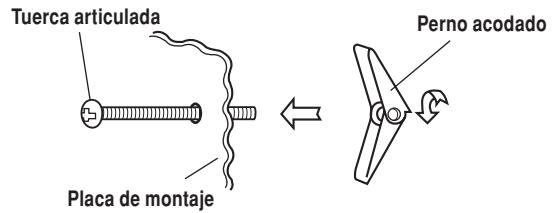

Figura 17
3. Coloque los pernos acodados en los agujeros correspondientes de la placa de montaje. Coloque las tuercas articuladas en los pernos acodados. Vea la Figura 17.